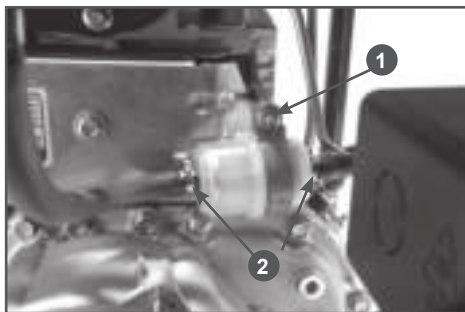

Рис. 18 Замена топливного фильтра
- Открутите гайку хомута крепления топливного фильтра (Рис. 18 п.1).
- С помощью плоскогубцев зажмите хомуты топливного шланга (Рис. 18 п.2) и сдвиньте их.